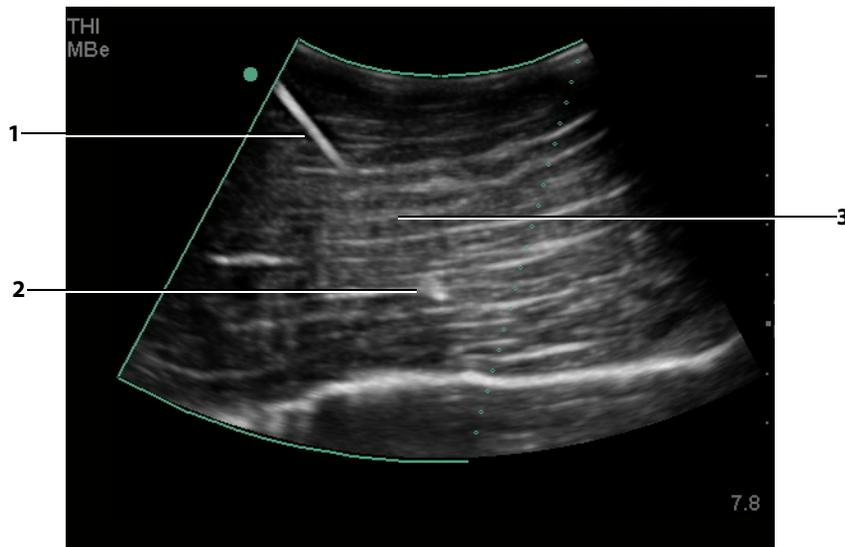

Figura 3: Com um transdutor de matriz curva, apenas segmentos do eixo da agulha podem ser exibidos:
- Observe que a divergência de feixe de um transdutor de matriz curva pode evitar que um segmento do eixo da agulha seja exibido na imagem. (Consulte Figura 3.) A ponta da agulha pode não ser exibida.
Para os transdutores de matriz curva, a MBe pode ajudar a identificar a direção da agulha, embora apenas segmentos do eixo da agulha podem ser exibidos na imagem. (Consulte Figura 3.) Utilize movimentos e injeção de fluidos para ajudar a verificar a localização da ponta da agulha.